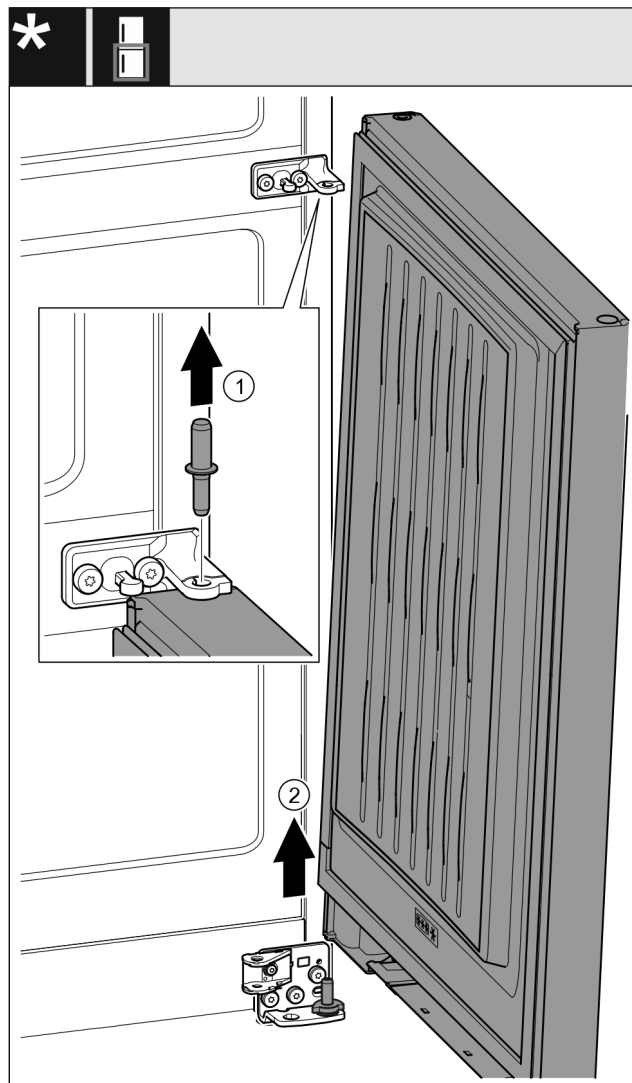

Fig. 23*
- ▶ Извлеките пальцы движением вверх. Fig. 23 (1)*
- ▶ Отведите дверь, потяните вверх и отставьте в сторону. Fig. 23 (2)*